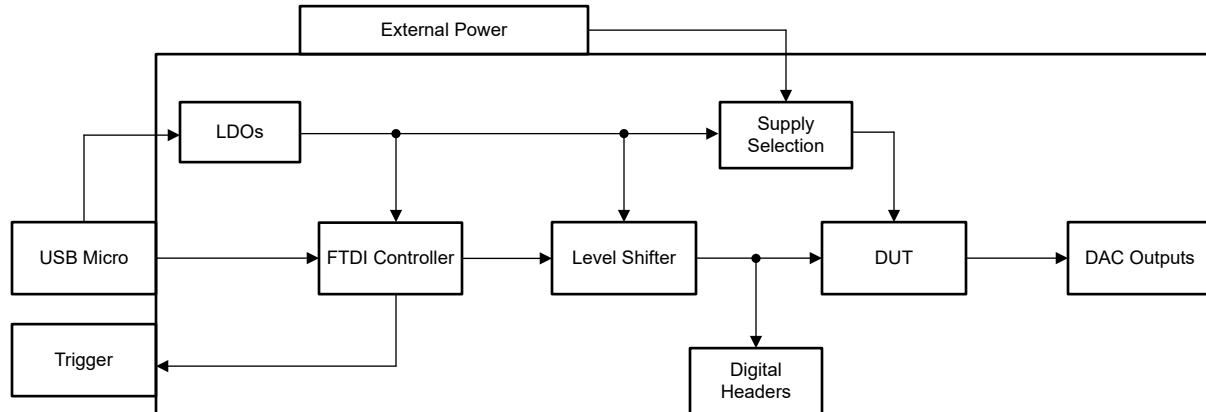

图 1-1. 工作原理方框图
DAC8N-DGK-EVM 使用 EVM 随附的 USB 电缆连接到个人电脑 (PC)。该评估板具有适用于所有通信线路、DAC 输出和电源的连接器和测试点。图 1-1 展示了 DAC8N-DGK-EVM 的方框图。